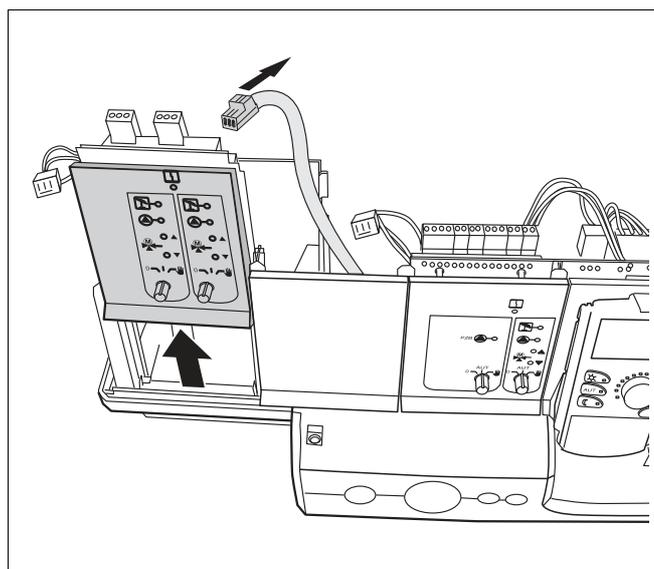

Рис. 10 Удаление функционального модуля
- Отсоедините от клемм все провода, которые связаны с удаляемым модулем (→ рис. 10).
- Выньте модуль из разъема (→ рис. 10).